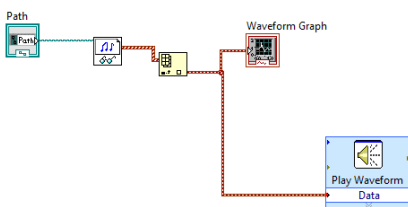

Рис.10.2. Схема підключення
7. BD – Sound – Output – Play Waveform – та натиснути Test Device, потім натиснути ОК. Запустити та перевірити чи почалось відтворення аудіо звуку. Схема підключення компонентів рис.10.2.